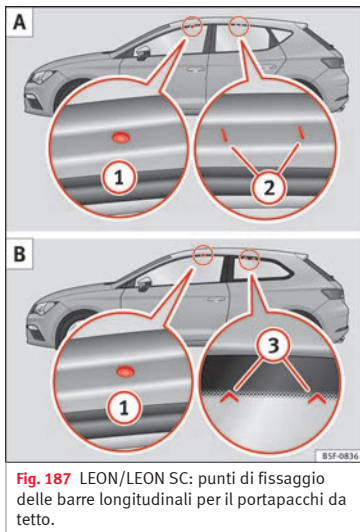

Fig. 187 LEON/LEON SC: punti di fissaggio delle barre longitudinali per il portapacchi da tetto.
I punti di fissaggio anteriori e posteriori ① e ② sono visibili soltanto se le porte sono aperte » **fig. 187 A.**
I punti di fissaggio anteriori ① sono visibili soltanto se le porte sono aperte. I punti di fissaggio posteriori ③ sono contrassegnati sul bordo superiore del vetro laterale dalle frecce » fig. 187 B.